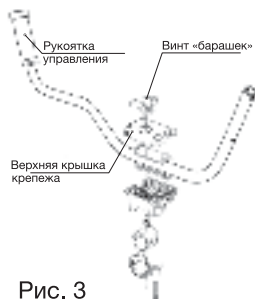

Рис. 3
4.1. Установка рукоятки (рис. 3)